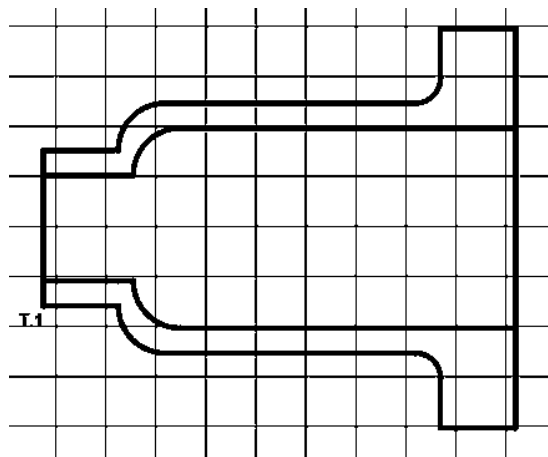

Рис. 58. Создание внутреннего контура
3. Создание внутреннего контура (рис. 58):